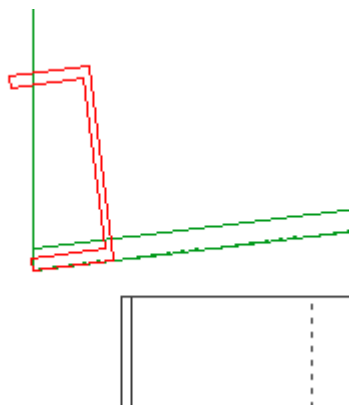

Рисунок 71
- На виде слева выбрать элементы одного звена (*Выбором элемента*, рамкой вокруг швеллеров, при этом должно выбраться три элемента) (Рисунок 71).